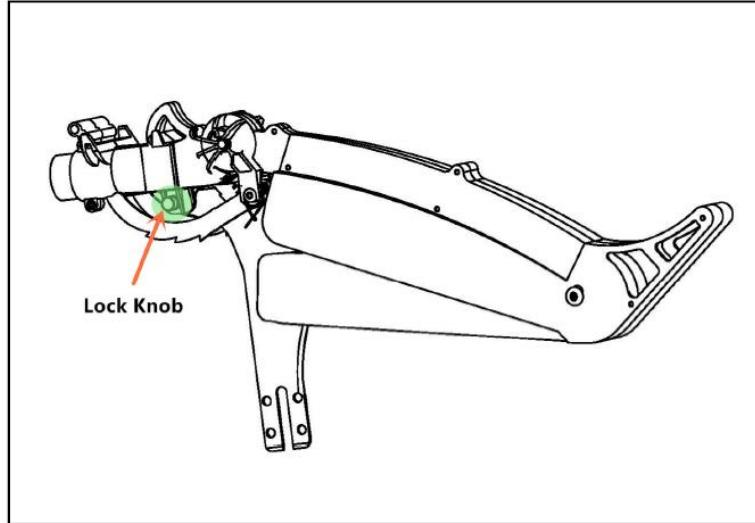

Рисунок 16
4. Наденьте защитный кожух пильного диска на расклинивающий нож, затяните ручку блокировки. Рис. 16